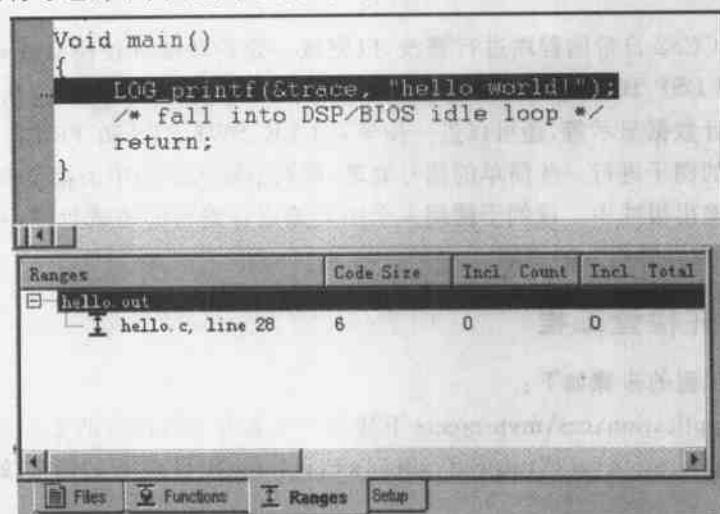

图 7.16 MySession 剖析窗口
(1) 执行菜单命令 File→Reload Program，重新加载 hello.out 文件。
(2) 执行菜单命令 Profiler→Enable Clock，使能时钟。
(3) 在 Profiler 菜单中选择 Start New Session 命令，同时选中 disable use of RTDX 栏。
(4) 在 MySession 剖析窗口中选择 Ranges 选项，在工程视图中双击 hello.c 文件，选择调用 LOG\_printf 函数的代码行。
(5) 将选择的代码行拖动到 MySession 剖析窗口中，如图 7.16 所示。MySession 剖析窗口中具体的代码行号也许不同，视代码行在程序中的具体位置而定。